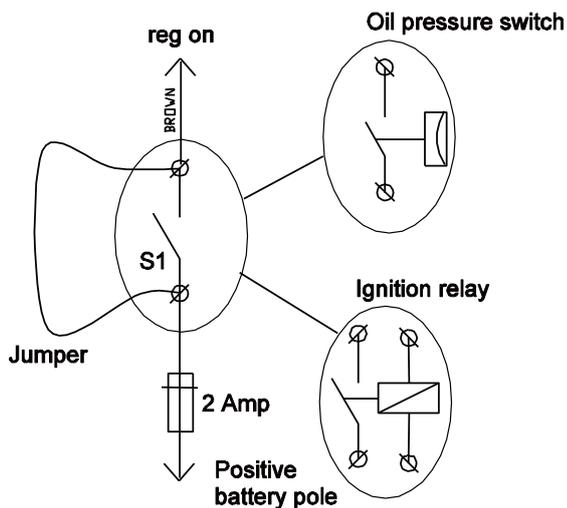

Figure 14 : Cavalier de l'interrupteur S1
- 2 Mettez la borne [reg on] sous tension, soit en tournant le commutateur d'allumage (NE PAS DÉMARRER LE MOTEUR) soit en plaçant un cavalier de façon à ce qu'il contourne le commutateur S1 (voir Figure 14). Vérifiez que les 3 LED jaunes commencent à clignoter. Au bout de 10 secondes environ, le voyant LED jaune Bulk s'allumera.